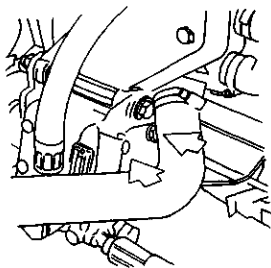

图 3-221 拆卸后支架
- 4) 拆下液压泵后支架上的固定螺栓, 如图 3-221 所示。